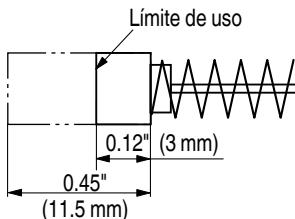

Fig. 10
4. Inspección de las escobillas de carbón (Fig. 10)